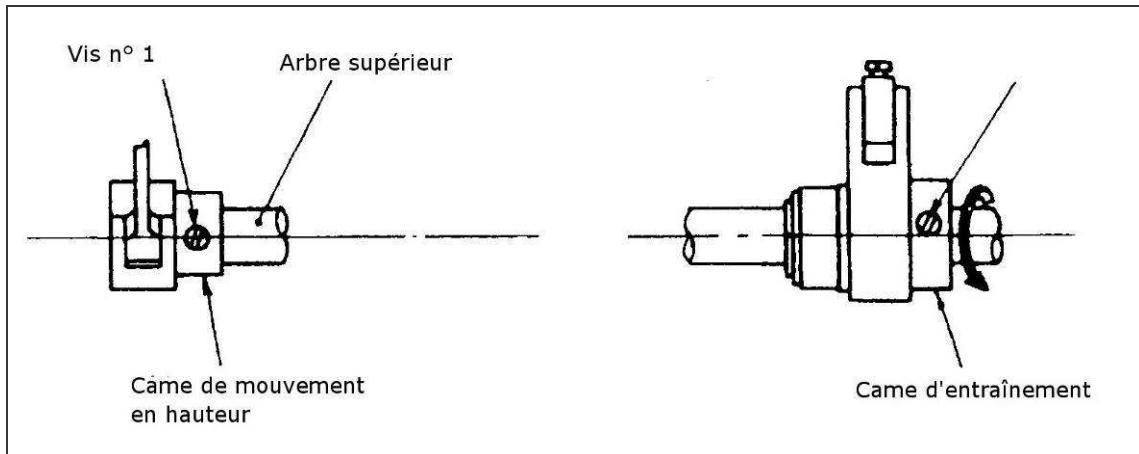

Figure 22
19. Réglage de la temporisation d'entraînement (Fig.22) :
- 1) La position standard de l'excentrique d'entraînement par rapport à la came excentrique de mouvement en hauteur est comme indique dans le dessin figure 22.